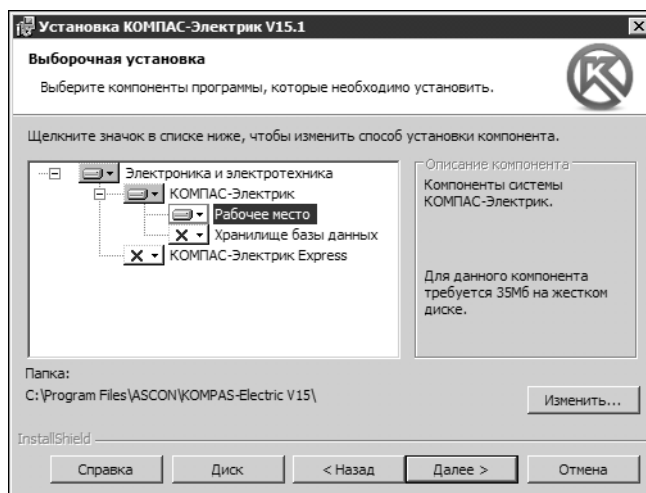

Рис. 0.4. Установка рабочего места
2. В диалоге **Выборочная установка** (рис. 0.4) отключите установку компонента **Хранилище базы данных**.